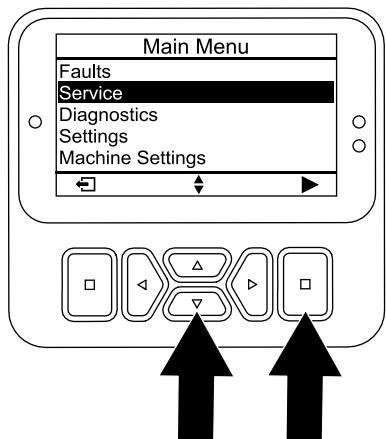

Figura 166
- Prima o botão para baixo até a opção MANUTENÇÃO estar selecionada, depois prima o botão de seleção (Figura 166).